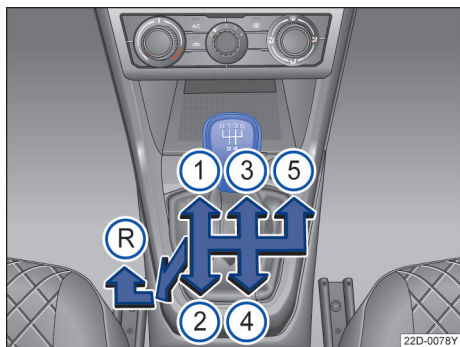

图 98 5 挡手动变速箱挡位示意图
- 停顿数秒钟后下压换挡杆，然后往左推到底，再将换挡杆向前推至换挡手柄上所示的倒挡位置→图 98 (R)